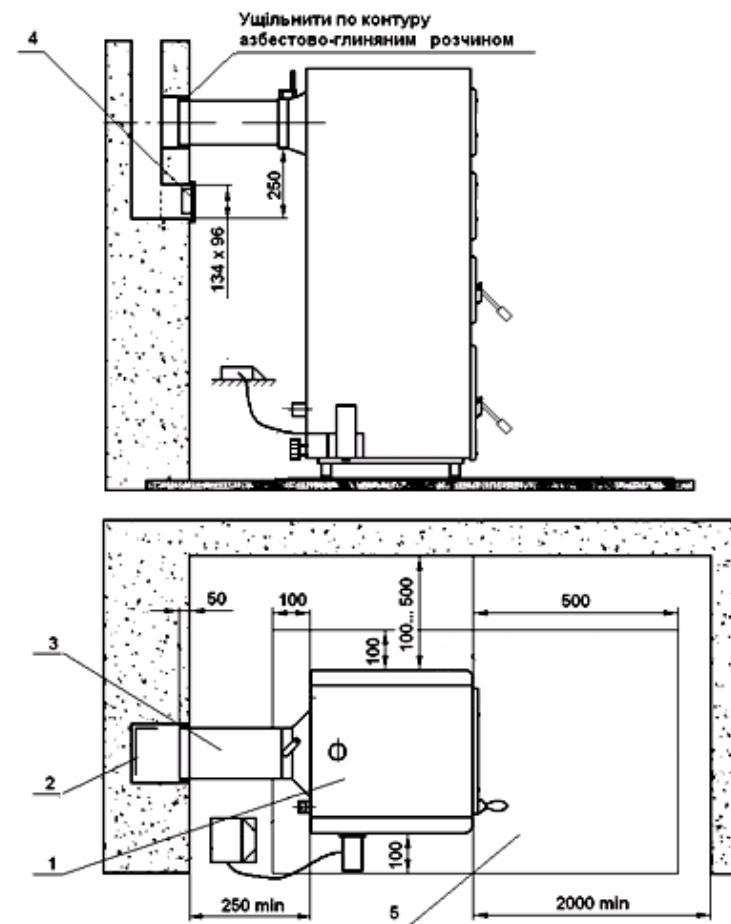

Рис. 2 Рекомендована схема установки котла і приєднання до димової труби.
- рекомендовані розміри установки котла згідно **рис. 2**.
2.2.2.1.5 Перед встановленням котла на підлогу покласти металевий лист згідно рис. 2.